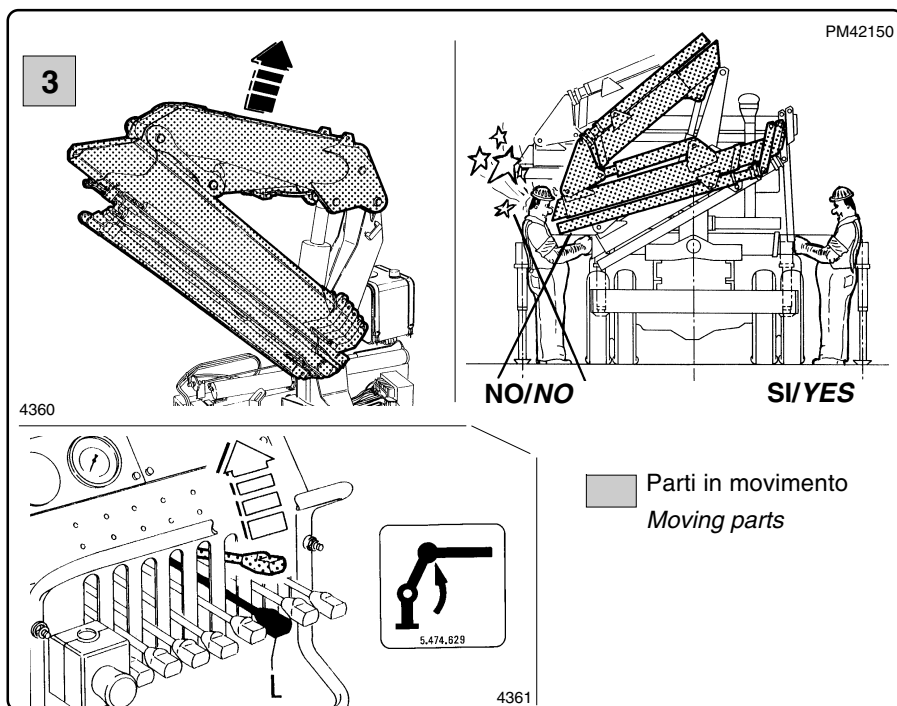

fig. 6.8.3
Per la sicurezza dell'operatore comandare l'apertura della gru operando con le leve poste dal lato distributore (lato opposto all'apertura del braccio (vedi fig. 6.8.3).
For safety reasons, open the crane using the levers on control valve block side. Side opposite to where the boom is opened (see fig. 6.8.3).
- 3** Azionare verso l'alto il comando del martinetto colonna (leva "L"), facendo attenzione agli ingombri, sino ad ottenere la completa apertura della gru (fig. 6.8.3).
- 3** *Activate the column cylinder up, lever "L", taking care to avoid obstacles, until the crane is fully opened (fig. 6.8.3).*
Il movimento del braccio in apertura e chiusura potrebbe causare infortunio all'operatore pertanto comandare i movimenti dal lato opposto all'apertura della gru (fig. 6.8.3).
The movement of the boom when opening and closing could endanger the operator. It is therefore recommended to control the movements on the opposite side of the crane (fig. 6.8.3). When operating the crane, a safety helmet must be always worn.